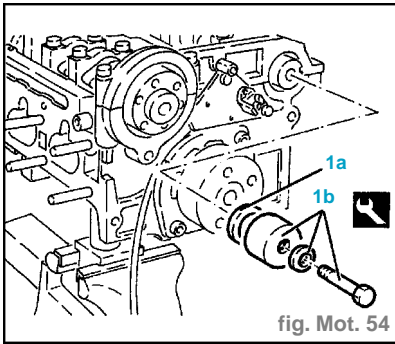

fig. Mot. 54
- Assembler le pare-huile avant de l'arbre à cames d'échappement (1a) avec l'outil (1b) (fig. Mot. 54).